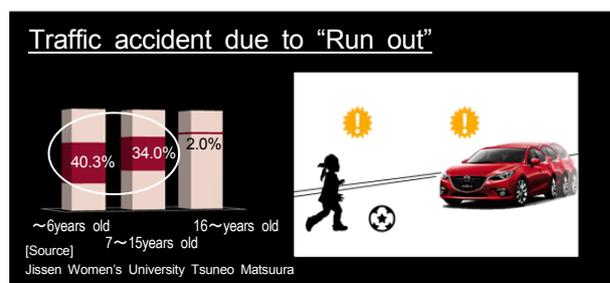

Fig. 13 Advanced Smart City Brake Support
①子どもに多い『飛び出し事故』に備えるアドバンスドSCBS
フロントガラスに設置したカメラで、クルマや歩行者などの交通環境を捉え衝突の危険性を判断する。衝突の危険性が高い状況下では、自動的にブレーキをかけ、衝突の回避や被害の軽減をサポートする。子どもに多い交差点や駐停車車両の間からの急な飛び出しを想定し、子どもたちの事故を防ぐことを目指した (Fig. 13) (5)。